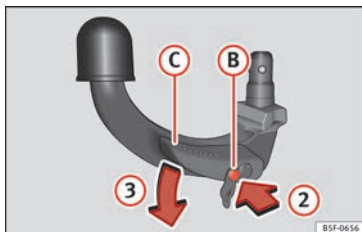

Bild 227 Steg 2
- Tryck utlösningsskruven ② i pilens riktning ③, och tryck samtidigt spaken ① i pilens riktning ② så långt det går » bild 227.